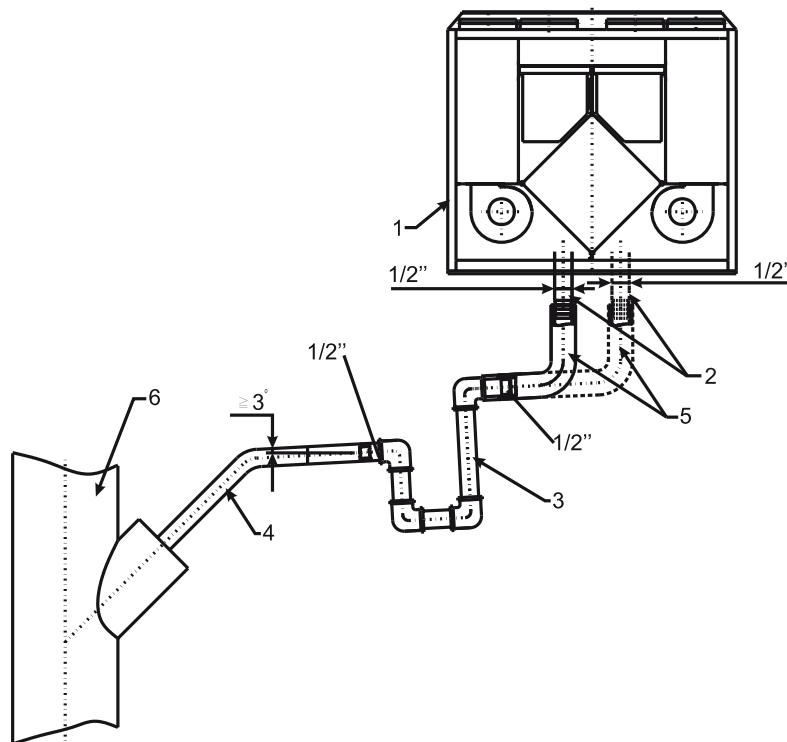

Рис. 4
Сифон (3) должен быть смонтирован ниже вентагрегата (1). После монтажа дренажной системы проверьте её работу, залив в поддон отвода конденсата 0,5 литра воды (сифон (3) должен быть постоянно заполнен водой). Если вода не вытекает из поддона, то устраните данную неисправность. Система отвода конденсата должна эксплуатироваться в помещениях с температурой воздуха выше 0 °С, в противном случае необходимо покрыть тепловой изоляцией всю систему отвода конденсата от вентагрегата до канализационной трубы и проложить нагревательный элемент (в виде кабеля) под изоляцией. Схема отвода конденсата от вентагрегата показана на рис. 4.